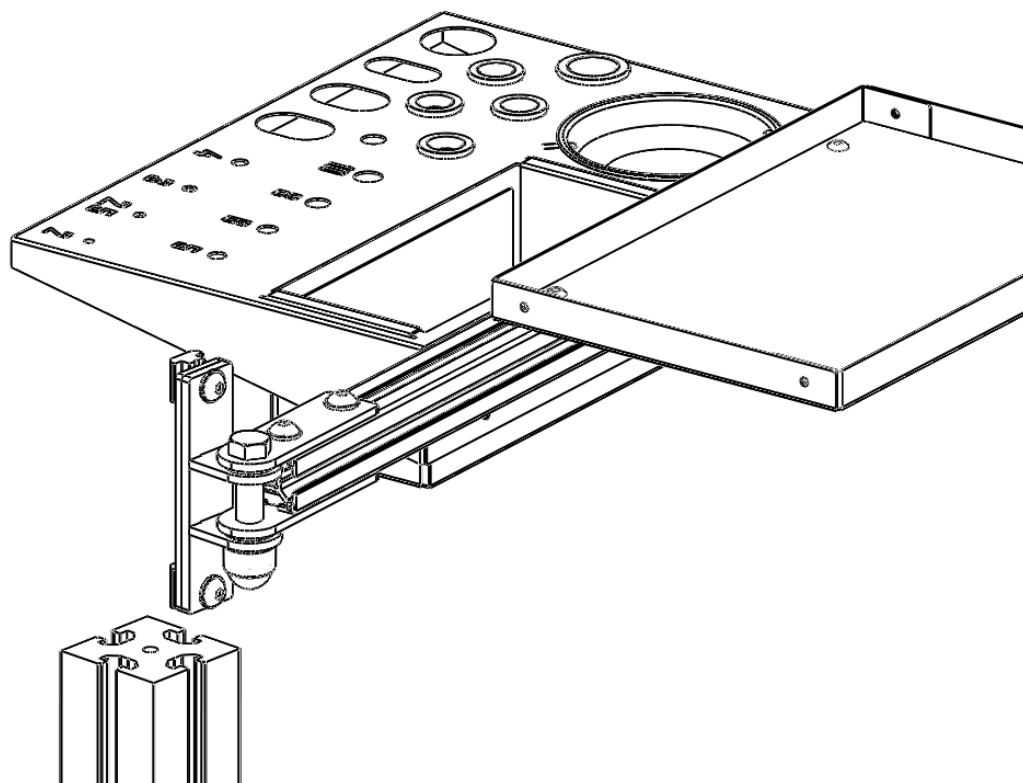

Figura 1
2. Remova a tampa de plástico do braço adicional (Figura 1). Use uma ferramenta de plástico para proteger o alumínio.